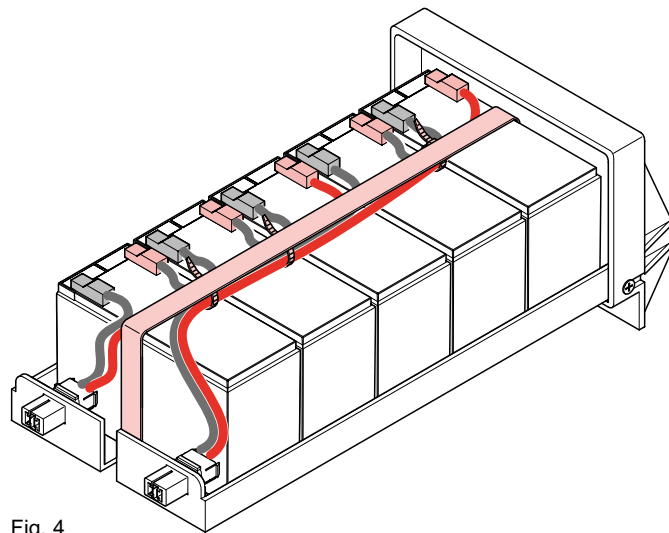

Fig. 4
10. Close the other side of the two 762 mm nylon laces in order to fix batteries and cables to the chassis. All the cables must lay under these two laces (See Fig. 4).
10. Chiudere le due fascette in nylon da 762 mm in modo da fissare saldamente le batterie e i cablaggi al telaio. Tutti i cablaggi devono restare sotto le due fascette in nylon da 762 mm (vedere Fig. 4).